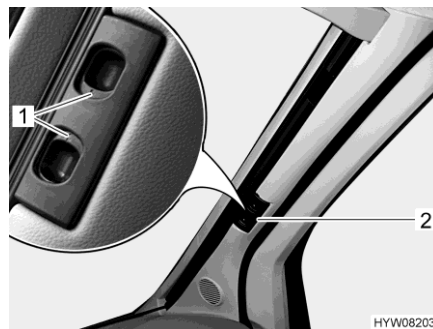

Bild 81 Faltschirm (Frontscheibe)
- Entriegelungsgriffe (Bild 81,1) zusammendrücken und gedrückt halten.
- Die Faltverdunklung für die Frontscheibe am Griff (Bild 81,2) zur Fenstermitte hin ziehen.
- Die beiden Hälften der Faltverdunklung für die Frontscheibe am Griff (Bild 81,2) bis zum Anschlag nach außen schieben. Griff dabei auf die Höhe der Verriegelungsaussparung anheben.
- Entriegelungsgriffe (Bild 81,1) loslassen und einrasten lassen.